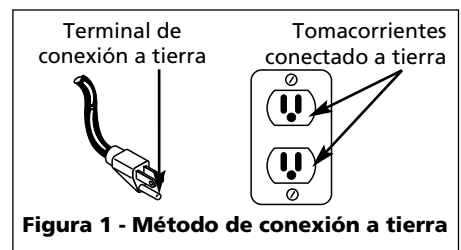

Figura 1 - Método de conexión a tierra
- Este producto está diseñado para circuitos nominales de 120 voltios y tiene un enchufe para conexión a tierra similar al de la Figura 1. Cerciórese de conectarlo a un tomacorrientes cuya configuración sea similar a la del enchufe. Este producto se debe conectar a tierra. En caso de que ocurra un cortocircuito, esto evitaría el riesgo de choque eléctrico al ofrecerle un cable de desvío a la corriente eléctrica. Este producto tiene un cordón con un alambre y terminal de conexión a tierra. Debe conectarlo a un tomacorrientes que esté instalado adecuadamente según los códigos y ordenanzas locales.